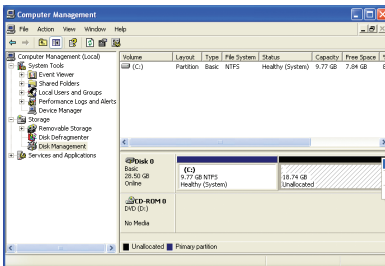

図 6
5. オペレーティングシステムをインストールする前にハードドライブを適切に分割していなかった場合、ハードドライブの空きスペースを使用して新しいパーティションを作成することができます(図6、7)。ただし、**ディスク管理**に示されたハードドライブのシステムパーティションに未割り当てのスペースがない場合、新しいパーティションを作成したりXpress Recovery2を使用することはできません。この場合、オペレーティングシステムを再インストールし、ハードドライブを再分割してください。